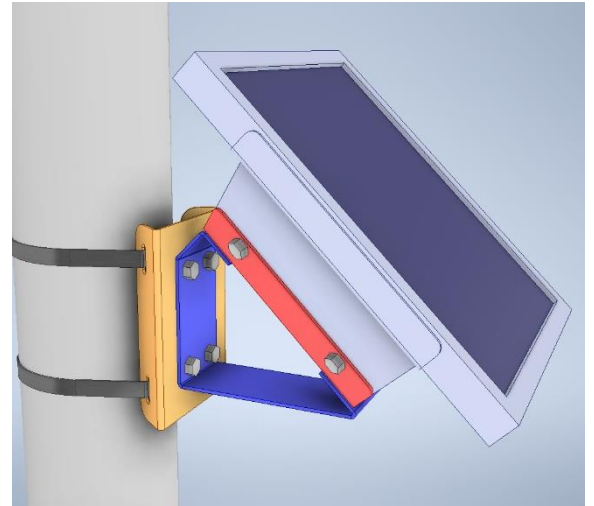

Fig.15
- 3-Fissare con le fascette d’acciaio il TAG al palo (Fig.15)